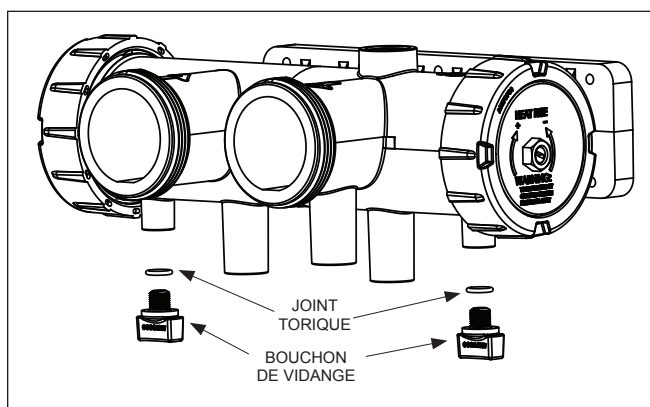

Figure 24. Drainage du réchauffeur
4. Retirer les bouchons des vidangeurs du collecteur d'entrée et de sortie et du collecteur de retour (voir figure 24), puis vidanger totalement le réchauffeur avant l'arrivée du premier gel.